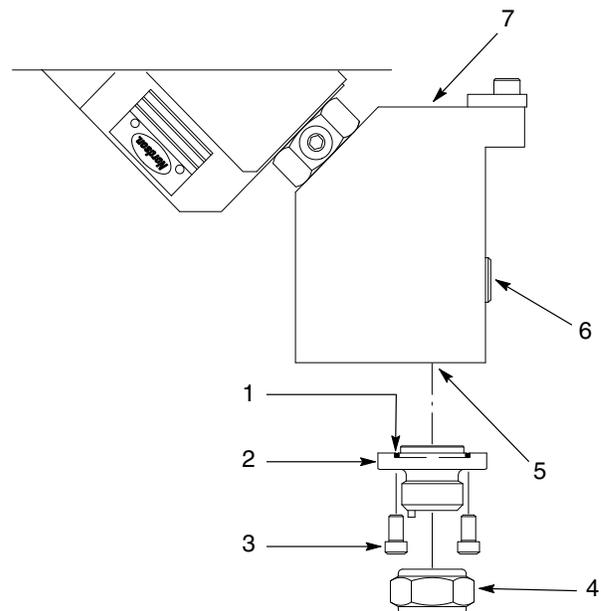

Abb. 6 Optionalen Adaptersatz installieren
2. Siehe Abb. 6. Die Materialeingangsverschraubung im Materialeingangsanschluss (7) des Auftragskopfgehäuses installieren.
Siehe Abb. 6. Jeder Auftragskopf CE20 hat einen Anschluss für Druckmessumformer (6). Verschiedene Druckmessumformer sind für den Einsatz mit diesen Auftragsköpfen verfügbar. Bei Bedarf hilft die Nordson Vertretung bei der Auswahl und Installation des geeigneten Druckmessumformers.
1. Siehe Abb. 6. O-Ring (1) mit O-Ring-Gleitmittel einfetten. Sicherstellen, dass er richtig im Düsenadaptergehäuse (2) sitzt.
2. Düsenadaptergehäuse in das Gehäuse mit Sitz am Materialausgangsanschluss (3) einstecken.
3. Die Schrauben (3) im Gehäuse mit Sitz installieren. Die Schrauben mit 7,8 N•m (69 in.-lb) festziehen.
4. Die Düsenmutter (4) über die Düse auf das Ende des Düsenadaptergehäuses schrauben. Die Mutter mit 40,7 N•m (30 ft-lb) festziehen.